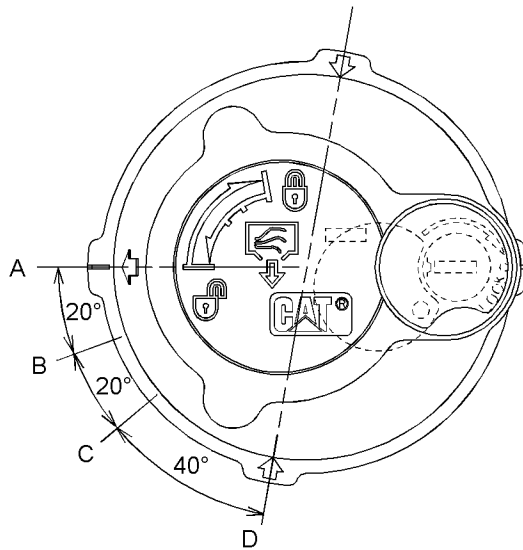

Fig. 199
- (A) LÅST position
- (B) AFLASTNING AF TRYK - START-position
- (C) AFLASTNING AF TRYK - SLUT-position
- (D) ÅBEN position
1. Aflast det tryk, der kan findes i returhydraulikkredsløbet, ved hjælp af følgende procedure. Se fig. 199 for at få vist påfyldningsdækslets positioner.
- a. Drej påfyldningsdækslet mod uret, og flyt pilen fra position (A) til position (B).
- b. Aflast trykket i mindst 45 sekunder ved at flytte pilen fra position (B) til position (C).
- c. Tryk påfyldningsdækslet ned, og flyt pilen fra position (C) til position (D).